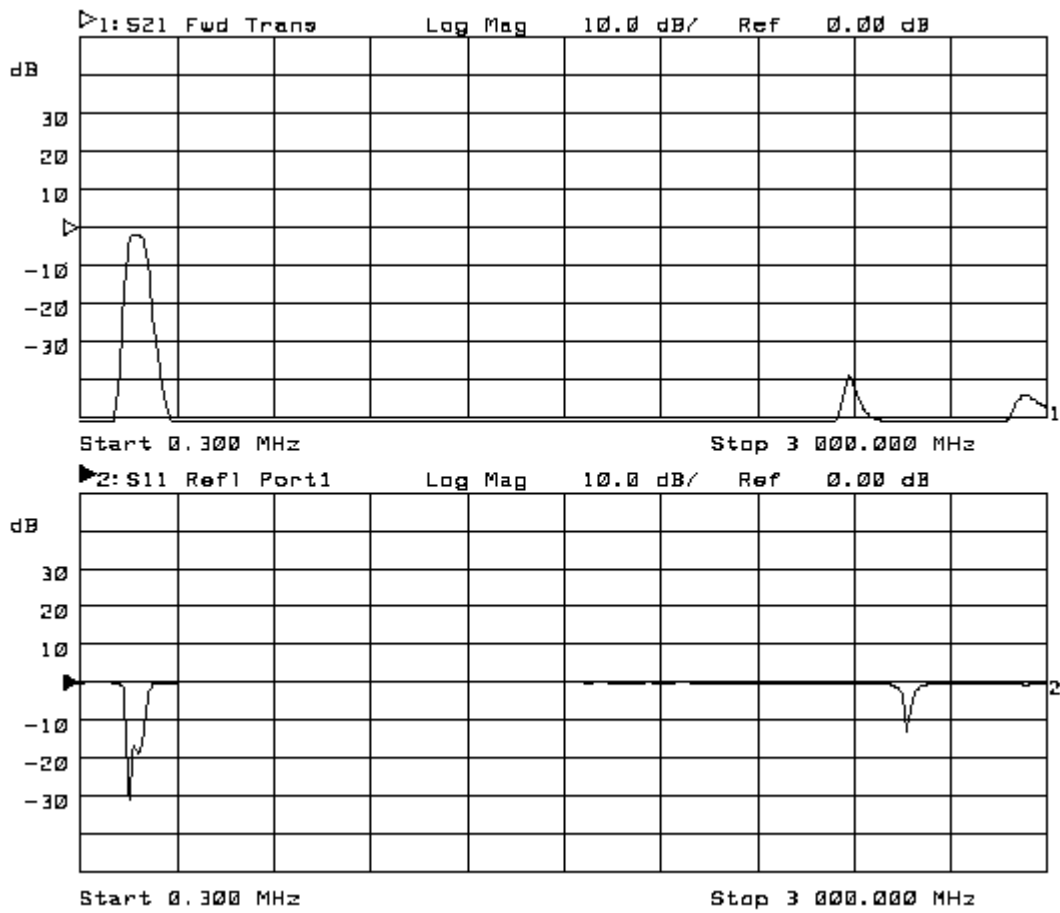

Figura 1-9. División de pantalla.
3. Para ver ambos canales de medida separados en pantalla, presione [DISPLAY] **More Display** **Disp Split Full Split**. Figura 1-9.